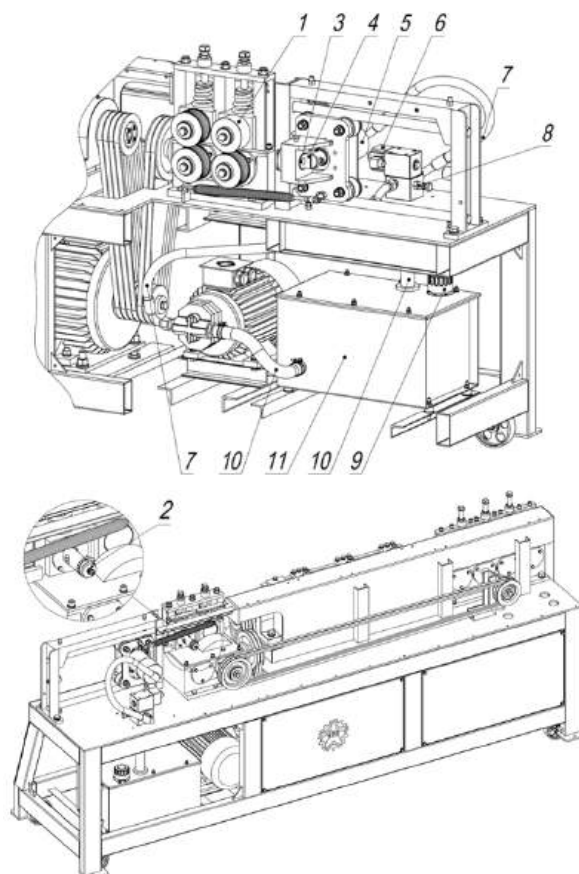

Рис. 2. Узлы счётчика длины и резки, гидросистема:
- на панели управления установите параметры единичной партии, например, два прутка длиной 1 м, и запустите станок. Если нож не может перерезать арматуру, увеличьте давление в гидросистеме, повернув гидравлический предохранительный клапан (см. рис. 2, поз. 8) примерно на четверть оборота, после чего попробуйте снова. Если длина второго прутка не равна заданному значению 1м, следует провести калибровку станка (см. п. 9);